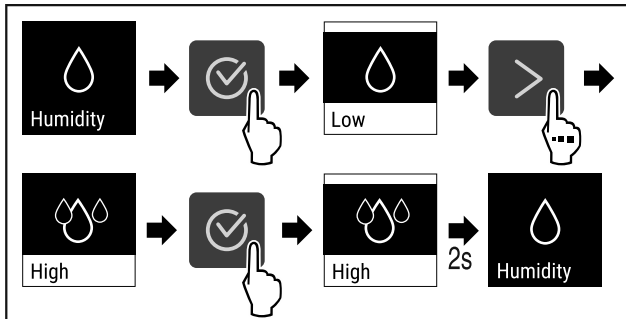

Fig. 75
- ▶ Vykonajte kroky akcie (pozri Fig. 75).